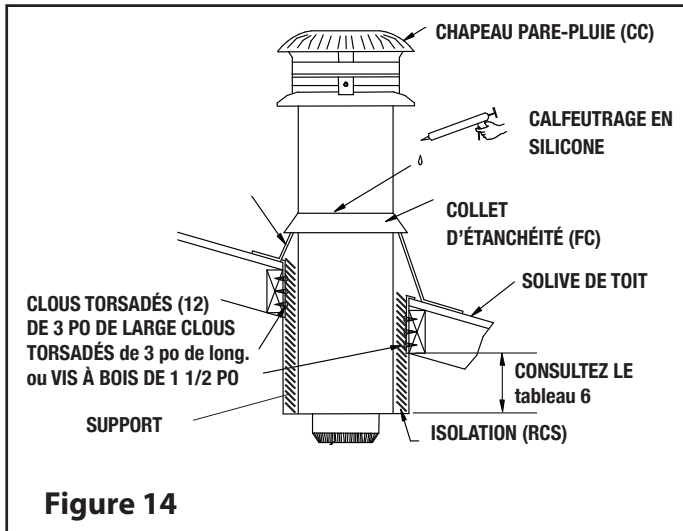

Figure 14
Étape 2 : Du dessus, placez le support dans l'ouverture. Baissez-le à la bonne hauteur (voir Figure 14).
Étape 3 : En utilisant un niveau, assurez-vous que le support soit vertical. Si le support s'étire au-dessus du toit, découpez-le de façon à ce qu'il soit égal au sommet du toit. Clouez le support à l'ouverture encadrée à l'aide de (12) clous torsadés - 3 po ou de vis à bois no 8 x 1 1/2 po (voir Figure 14).